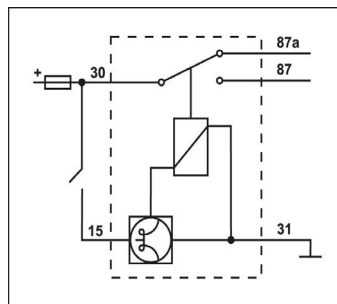

рис.1
- 2.1 Подключить реле по схеме (рис.1).